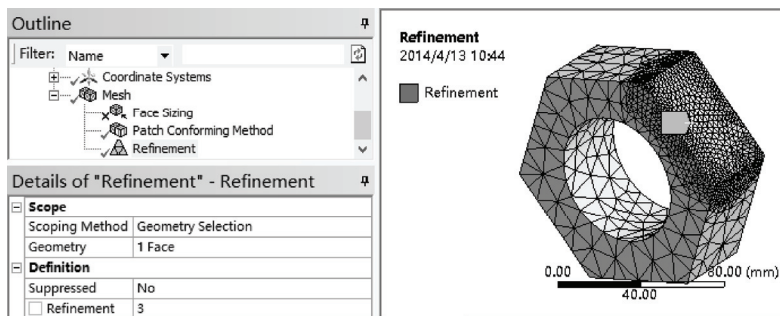

图 4-47 面细化生成网格模型
- 9) 单击 Generate，生成的网格模型如图 4-47 所示。